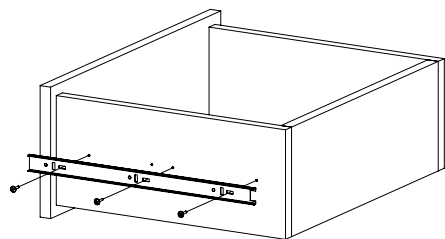

Рис.9
8. Закрепите внутренние планки направляющих на деталях 8 и 9 шурупами 3,5х16 (Рис. 9). При необходимости регулировки ящика выкрутите шурупы из круглых отверстий и перекрутите в овальные (продольные и вертикальные регулировочные отверстия). Не затягивая до конца шурупы, сместите ответную планку вверх-вниз. Затяните шурупы до конца.